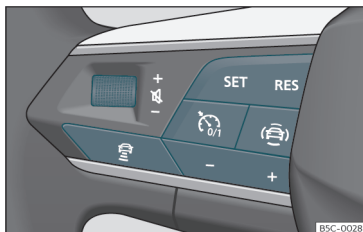

Fig. 170 En el volante multifunción: botones para manejar el ACC
Su vehículo dispone de ACC si dispone de menú de configuración en el sistema de infotainment >>> pág. 97, y si dispone de los botones propios de la función ACC en el volante multifunción >>> fig. 170.
- Para comenzar la regulación presione el botón **SET** >>> **fig. 170**.
Para programar la velocidad pulse los botones **+** o **-** >>> **fig. 170** hasta la velocidad deseada. El ajuste de velocidad se realiza en intervalos de 10 km/h (5 mph).
- Pulse el botón  y, a continuación, el botón **+** o **-** >>> **fig. 170**.